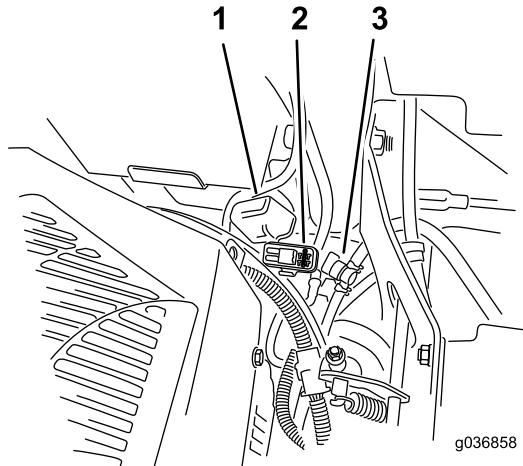

Figura 72
Los fusibles están situados en la consola de la derecha, junto al asiento (Figura 72).
- Instale un fusible nuevo (Figura 72).